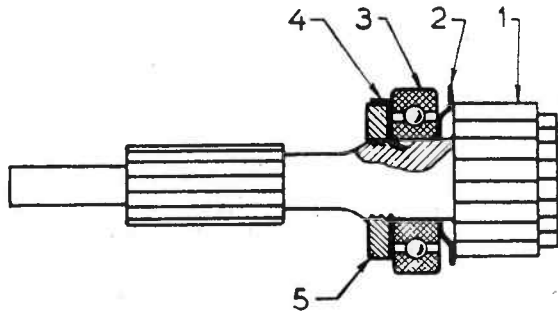

FIG. 3. MONTAGE DE L'ARBRE PRIMAIRE.
9. Sur l'arbre primaire, monter dans l'ordre, en partant du pignon : la rondelle à orienter comme le montre la figure 3, le roulement, la rondelle d'arrêt d'écrou, dont la languette intérieure sera rabattue dans le fraisage prévu dans l'arbre. Visser l'écrou et rabattre la languette extérieure sur le pan correspondant.